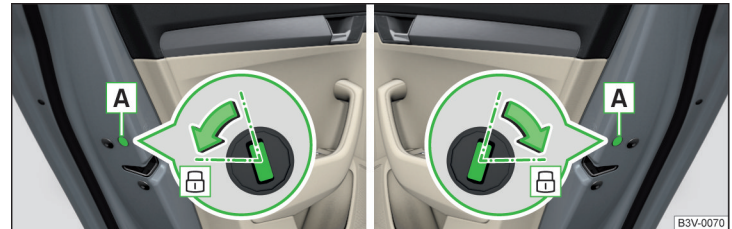

Abb. 242 Notverriegelung: Tür hinten links/rechts
- › Die Blende **A** abbauen » Abb. 242.